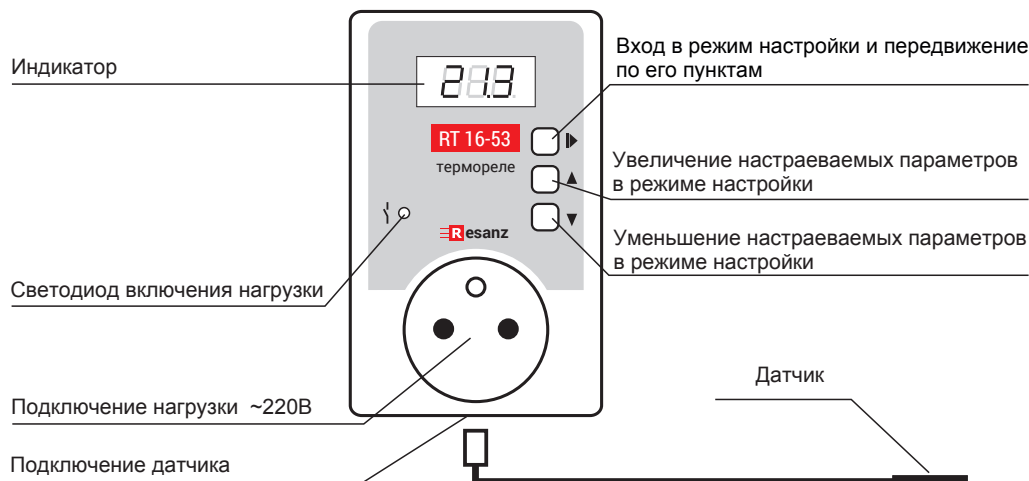

Рис. 1: устройство прибора
5.1. Изделие имеет три кнопки управления (рис.1):